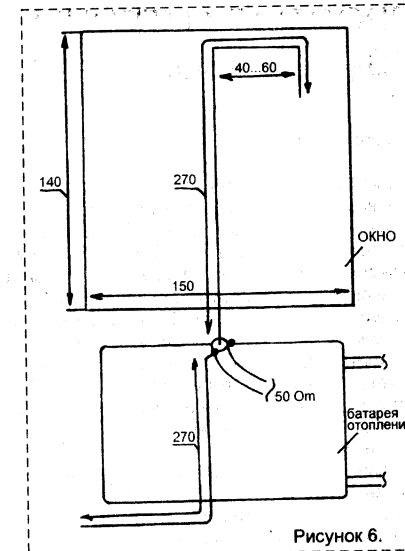

Рисунок 6.
6. ОКОННАЯ ВЕРТИКАЛЬНАЯ СВ-АНТЕННА (рисунок 6).
Конструкция антенны показана на рис.6. Антенна представляет собой гибкий медный провод, который расположен с внешней стороны окна, для того, чтобы не мешать его открыванию, первоначальная длина вибратора составляет 2,7 м. Провод вибратора проходит
Практический вид конструкции показан на рис. 6. Антенна была выполнена на пластиковой